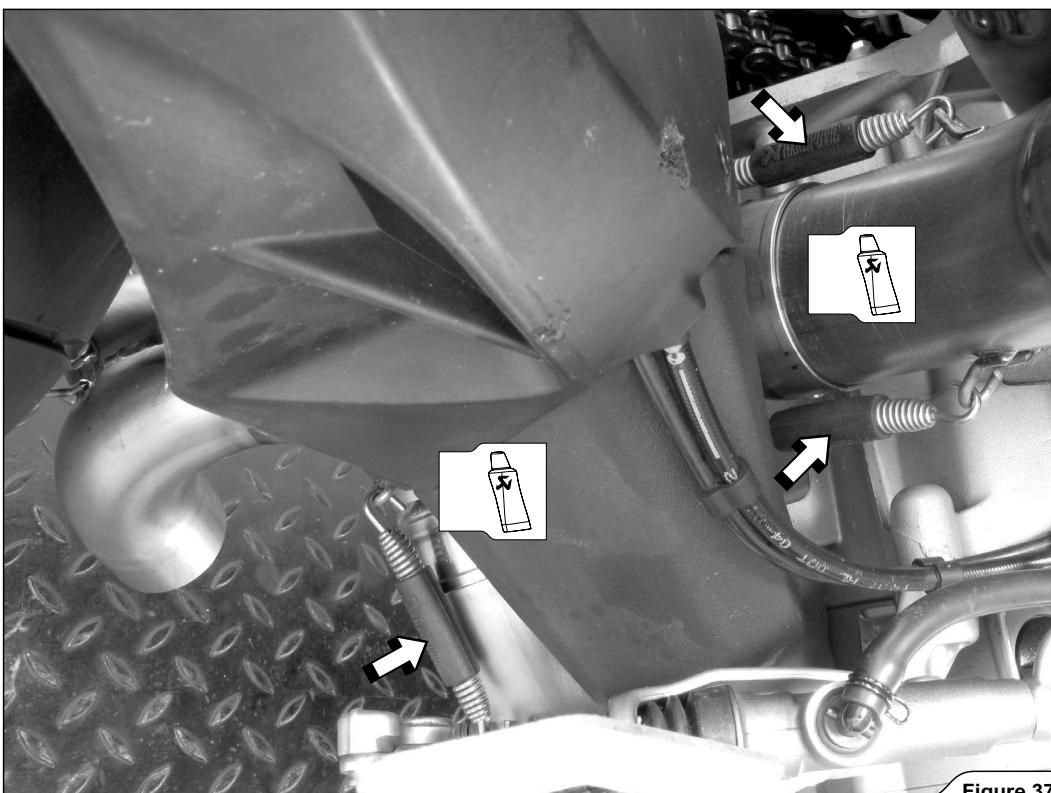

Figure 37
- Faire coulisser le collecteur sur les deux tuyaux de raccordement et accrocher les ressorts (Figure 37).
- Den Krümmern auf beide Verbindungsrohre schieben und die Federn anschließen (Figure 37).